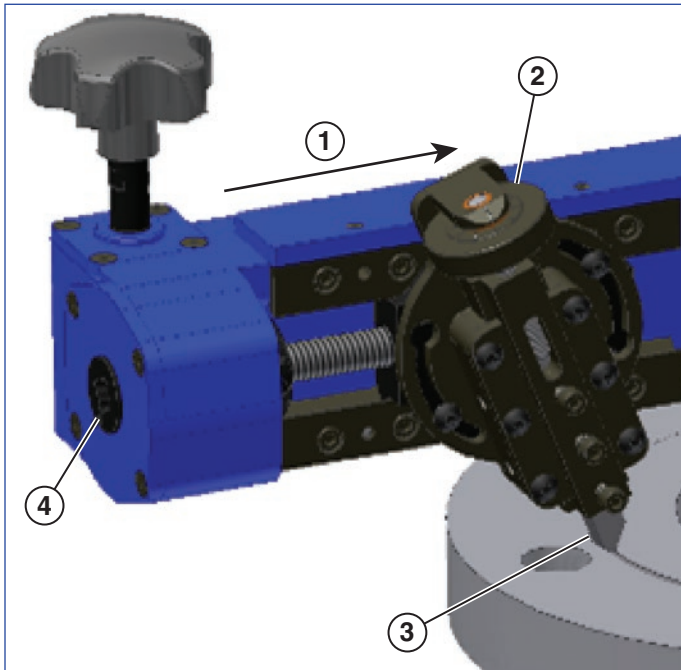

Figura 12
3. Inserte una llave de carraca en el extremo del tornillo de carga. Utilice la maneta de ajuste de profundidad y la llave de carraca para posicionar la punta de marcaje ligeramente por encima de la pieza de trabajo (véase **Figura 12**).